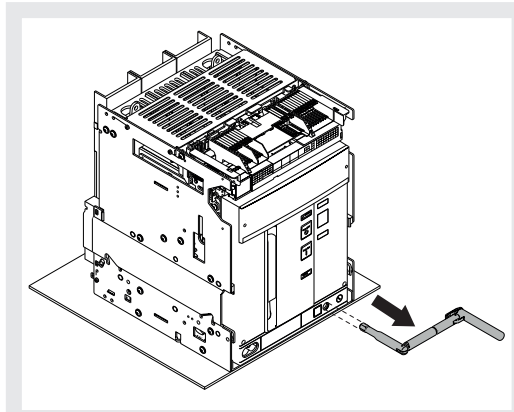

Figura 47
12. Estrarre la manovella. Vedi Figura 47.